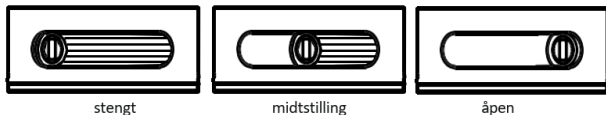

Fig. 4 Eksempel for justering av lufttilførselen til ovnen (askekuff)
- dekselet i fasaden på askebeget, ved å justere lufttilførselen til bunnen av ovnen (se fig. 4),